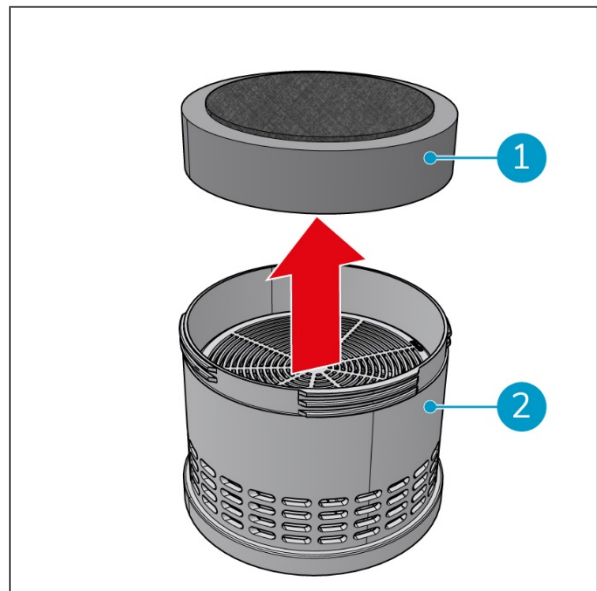
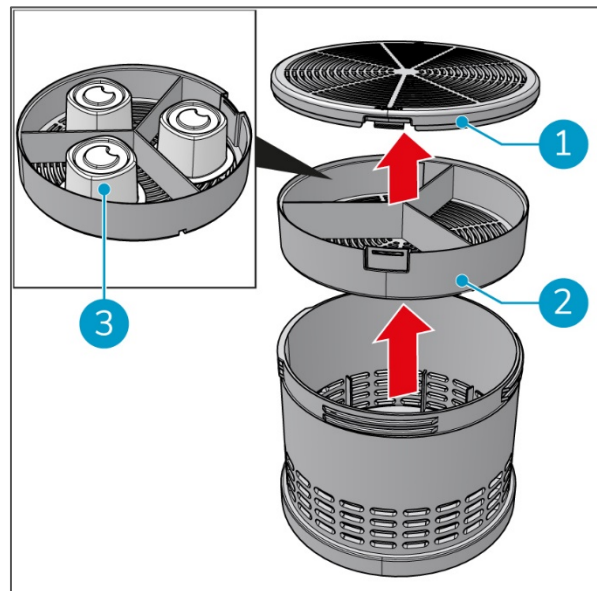

Abbildung 25
Abbildung 27
4. Nehmen Sie den alten Motorfilter (Abbildung 25, Pos. 1) aus dem Filtergehäuse.
5. Setzen Sie den neuen Motorfilter (Abbildung 25, Pos. 1) in das Filtergehäuse (Abbildung 25, Pos. 2) ein.
4. Nehmen Sie den Motorfilter (Abbildung 25, Pos. 1) aus dem Filtergehäuse.
5. Nehmen Sie die Duftstoffkartusche (Abbildung 27, Pos. 2) aus dem Filtergehäuse.
6. Nehmen Sie den Deckel der Duftstoffkartusche ab (Abbildung 27, Pos. 1).
7. Platzieren Sie 1, 2 oder 3 Duftstoffkapseln (Abbildung 27, Pos. 3) in der Duftstoffkartusche.
8. Setzen Sie den Deckel (Abbildung 27, Pos. 1) wieder auf die Duftstoffkartusche (Abbildung 27, Pos. 2).
9. Platzieren Sie die Duftstoffkartusche (Abbildung 27, Pos. 2) im Filtergehäuse (Abbildung 25, Pos. 2).
10. Platzieren Sie den Motorfilter (Abbildung 25, Pos. 1) wieder im Filtergehäuse (Abbildung 25, Pos. 2).